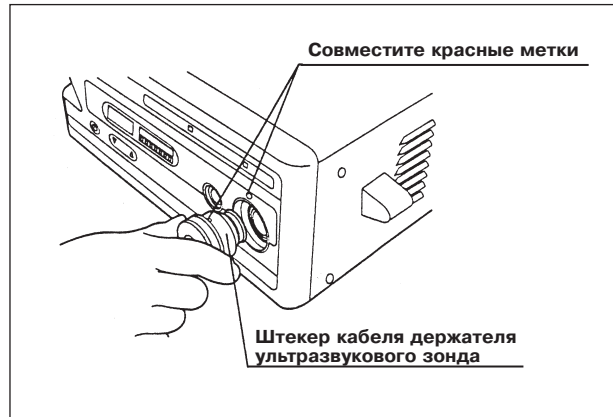

Рис. 3.4
2. Совместите красную метку на штекере кабеля с красной меткой на коннекторе для соединения с держателем ультразвукового зонда (см. рис. 3.4).